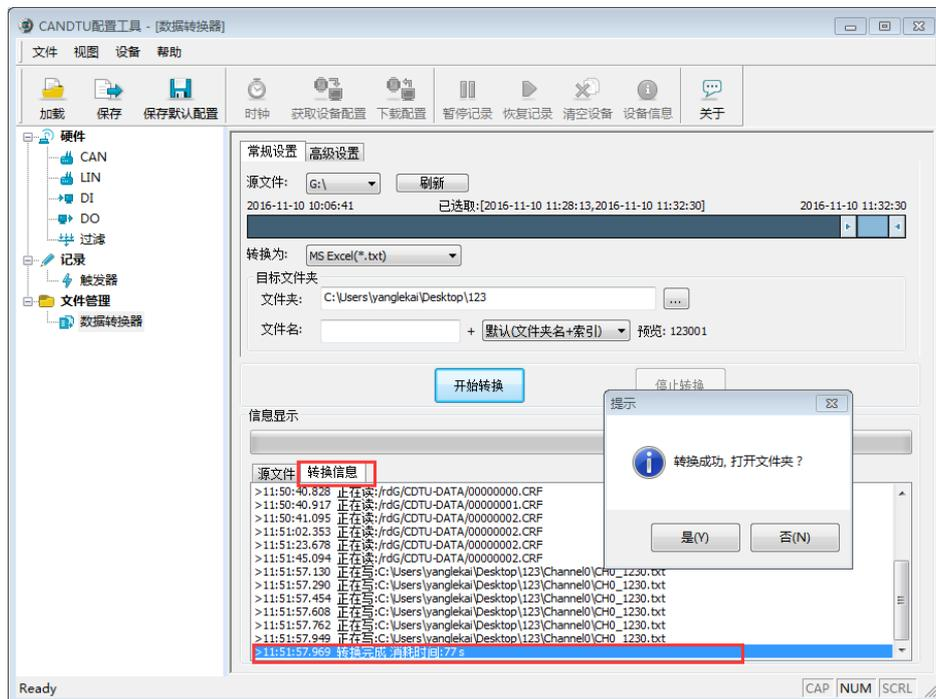

图 5-3 开始转换界面
- 6) 设置完成后, 点击开始转换按钮, 开始转换数据, 转换完成后会有提示, 界面见图 5-3。